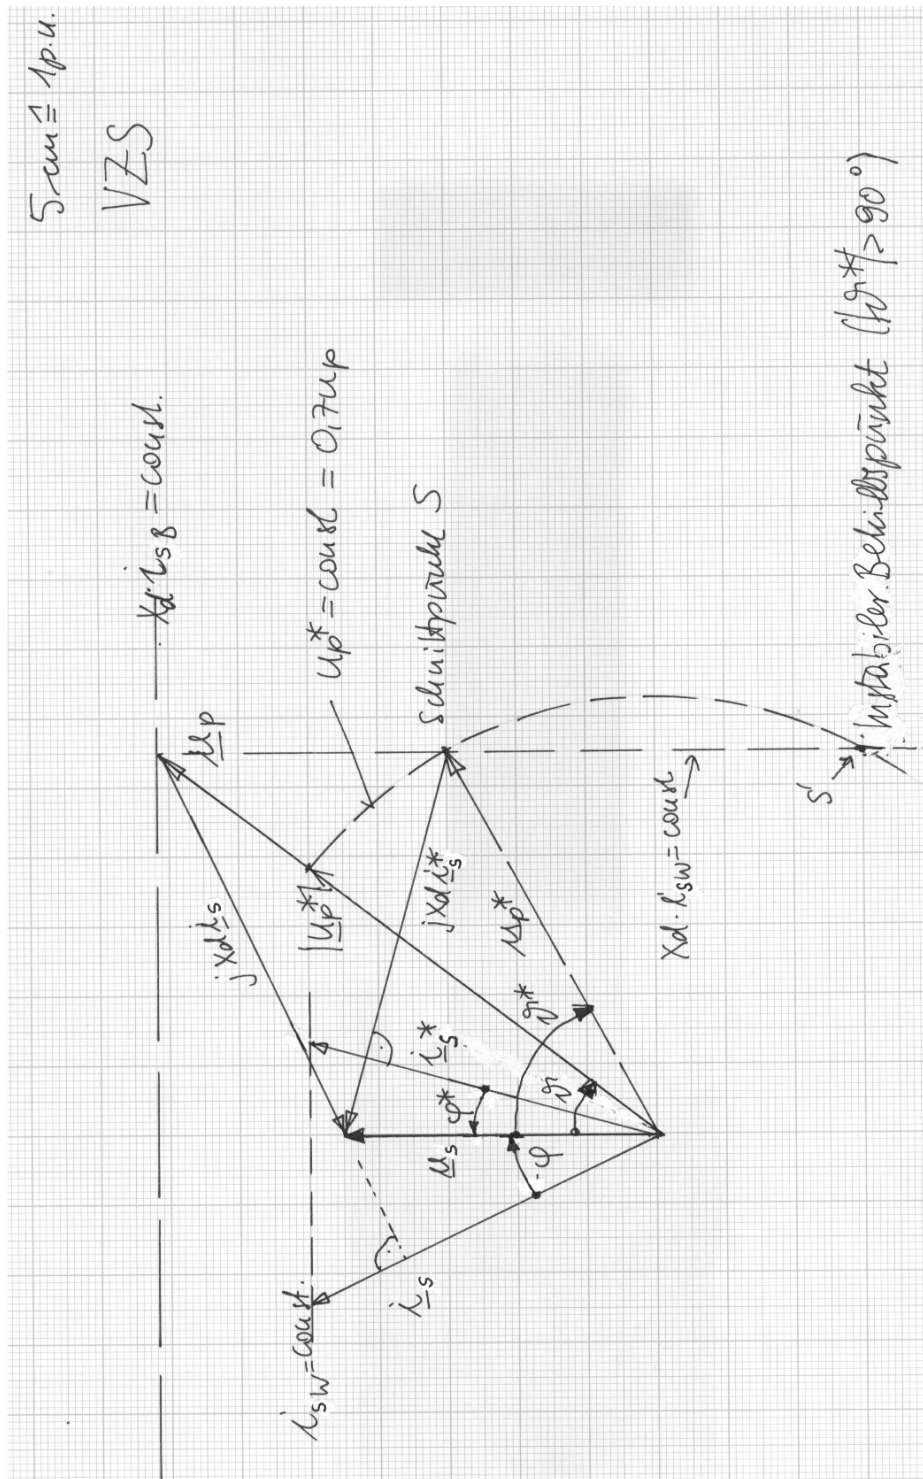
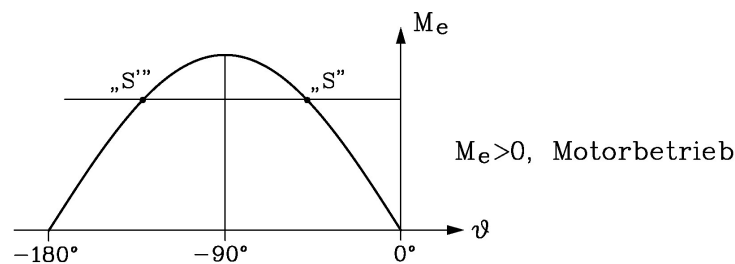

Bild 3.6-1: Zeigerdiagramm bei 90% Nennstrom für große und kleine Polradspannung und konstanter Leistung
Bild 3.6-2: Stabiler (S) und instabiler (S') Betriebspunkt für gegebenes Moment
1) Zeigerdiagramm mit p.u. Größen (Bild 3.6-1):
Also ist $j \cdot x_d \cdot i_{s,wirk} = j \cdot x_d \cdot i_{s,w}$ konstant für konstantes Moment und Spannung (gestrichelte Linie in Bild 3.6-1). In Bild 3.6-1 liefert der Schnittpunkt des Kreises $u_p^* = \text{const.}$ (Mittelpunkt: Koordinatenursprung) und $j \cdot x_d \cdot i_{s,w} = \text{const.}$ zwei Betriebspunkte S und S' (Bild 3.6-2). Der Punkt S' ist instabil, da $|\vartheta^*| > 90^\circ$ (Bild 3.6-1). Also ist der neue Betriebspunkt S , da er alle Voraussetzungen oben erfüllt. Aus Bild 3.6-1 ergibt sich bei S :